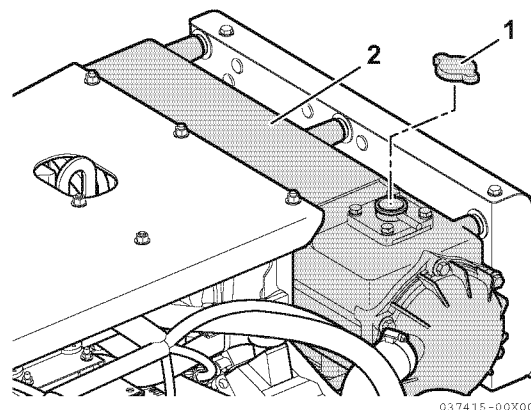

Figure 6
2. Allentare il tappo del bocchettone di rifornimento (**Figure 6**, (1)) del serbatoio del liquido di raffreddamento per scaricare la pressione e poi togliere il tappo.
3. Versare lentamente il liquido di raffreddamento nel relativo serbatoio (**Figure 6**, (2)) per evitare la formazione di bolle d'aria. Versare finché il liquido non fuoriesce dal bocchettone di rifornimento.